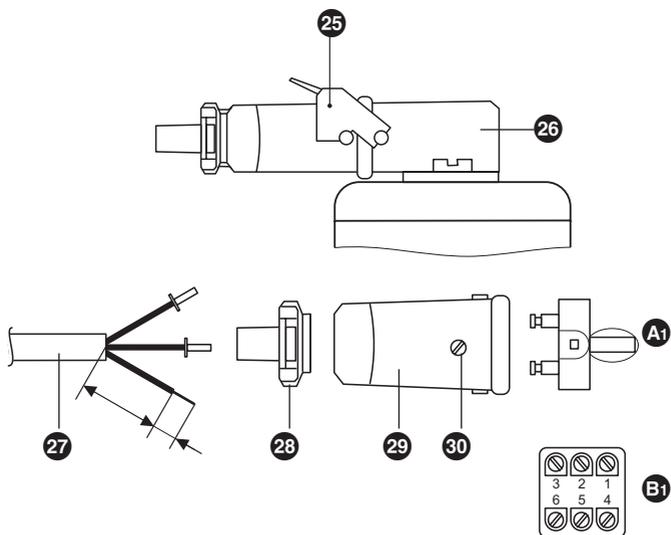

图 4
1. 向上翻折固定支架 25 并将连接器上部件 29 从液位电极上拔下。图 4